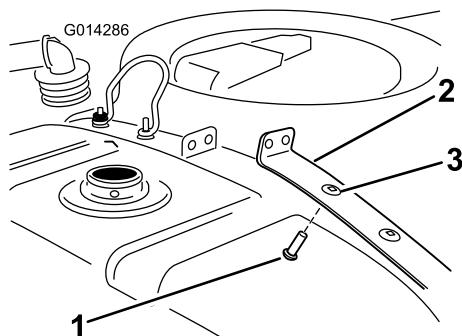

Рисунок 8
- Установите каретный болт во встроенное отверстие правого заднего хомута бака (Рисунок 8). Картинка показывает установку болта на правом заднем хомуте бака.